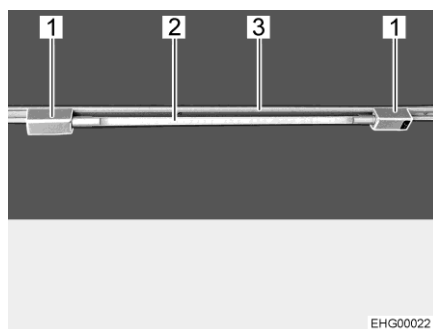

Bild 29 Lysrör
Sätta in lysrör: ■ Sätt in båda hållarna (Bild 29,1) i skenan (Bild 29,3). Vrid hållaren med 90°.
- Sätt in ljuskällan (Bild 29,2) i en av hållarna.
- Vrida lysrör: ■ Vrid på ljuskällan (Bild 29,2) tills önskad ljusstyrka har uppnåtts.